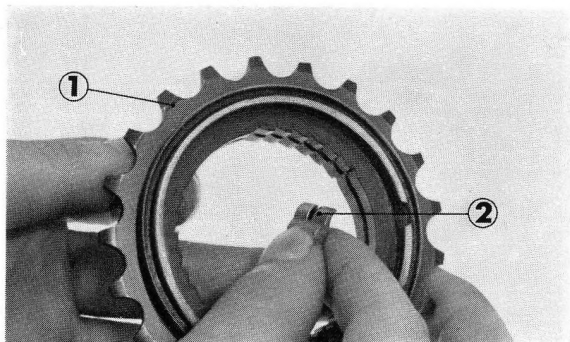

Figure 4-20 : ① pignon de roue libre
1. Examiner l'usure de la denture interne du pignon de roue libre (figure 4-20).